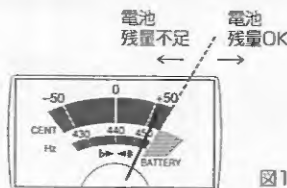

図1
パワースイッチ①を"BAT."位置にした時、メーターの針がBATTERYの色帯ゾーンから外れている場合(図1)は、電池が消耗していますので、ただちに新しい電池と交換してください。